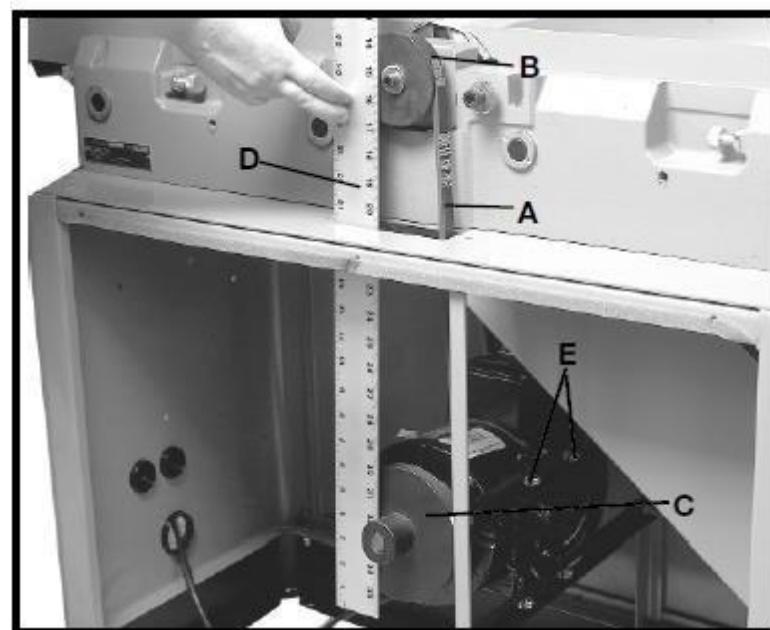

Рис. 6
1. Поместить ремень (A), рис. 6, в канавку шкива режущего вала (B) и шкива двигателя (C).
2. Проверить, чтобы шкив (C) двигателя, рис. 6, был надлежащим образом совмешён со шкивом (B) режущего вала, приложив поверочную линейку (D), рис. 6, к торцам каждого шкива, как показано на рисунке.
3. При необходимости в регулировке шкив двигателя можно перемещать вперёд-назад по валу двигателя, либо двигатель можно смещать, ослабив крепёжные болты, два из которых показаны в поз. (E), рис. 6. После выполнения регулировки затянуть крепёжные элементы двигателя и установочный винт шкива двигателя.